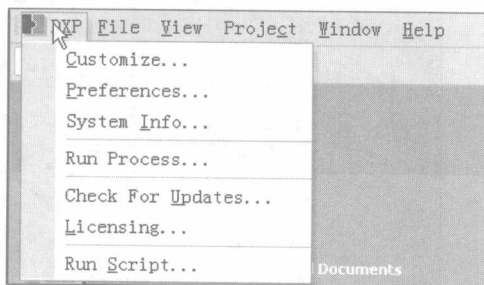

图 1-2 DXP 菜单
① 单击系统窗口左上角的“DXP”按钮，在弹出的下拉菜单中单击[Preferences...]命令，如图 1-2 所示。